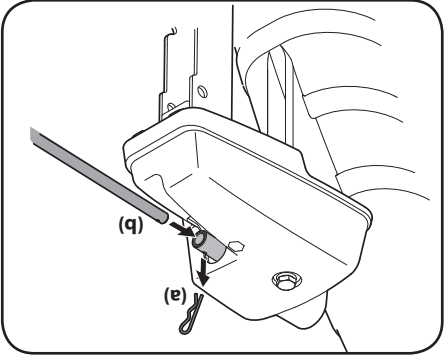

Figure 2-34
5. Retirez la goupille fendue (a) et insérez la tige de commande de la goulotte (b) dans le raccord sur la commande de la goulotte. Voir la Figure 2-34.